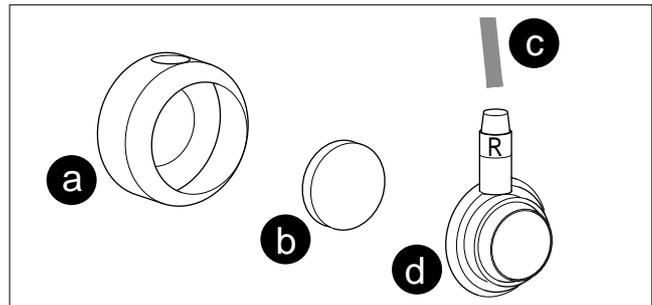

Bild 6-1. Reinigen der Elektrode
- \* Nehmen Sie den Saugdom (a) ab und die Filterscheibe (b) heraus (Bild 6-1).